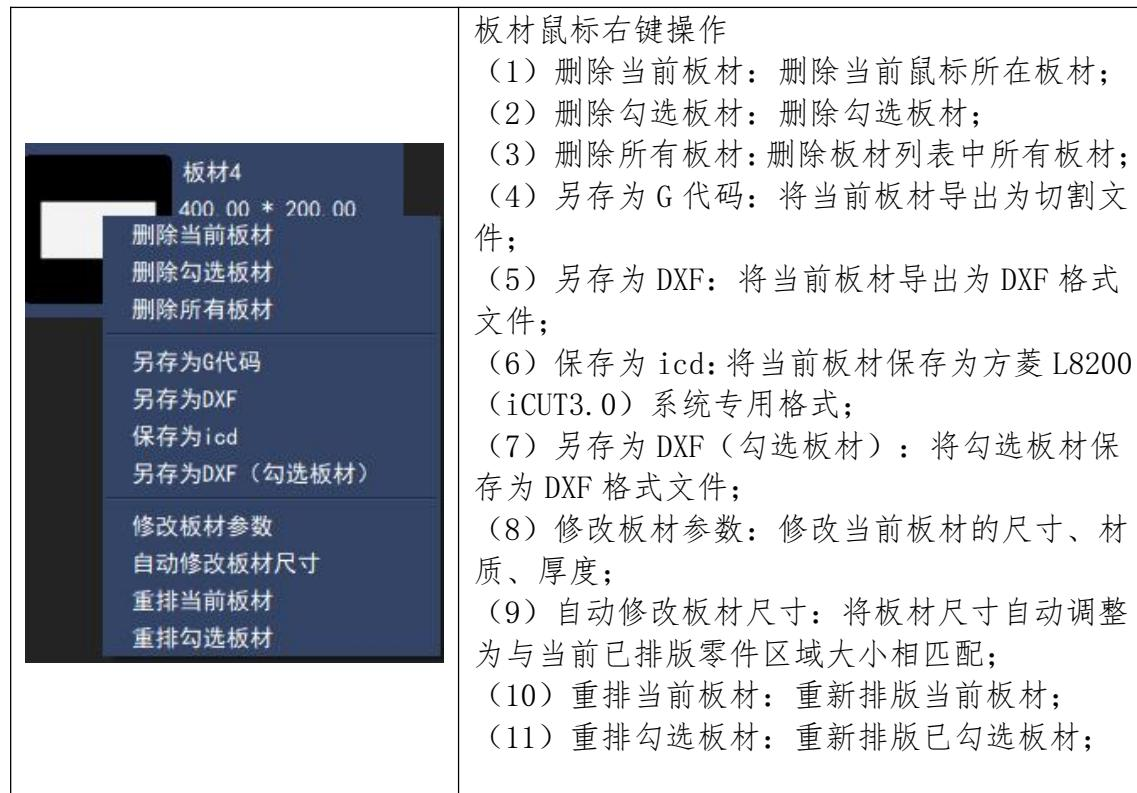

图 4-1 板材管理
(1) 添加板材：继续添加板材，前三项与 (6) (7) (8) 功能对应。第四项板材管理参考图 4-1；
(2) 选择板材：可以全选、全不选、反选；
(3) 删除零件：删除已勾选板材；
(4) 板材排序：可以按利用率、名称、面积排序；